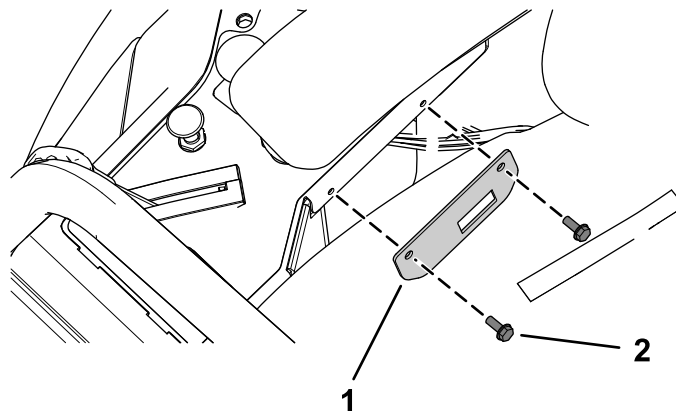

Figure 7
1. Fixez le support de l'interrupteur d'éclairage à l'aide de 2 vis autotaraudeuses (n° 10 x 1/2"), comme montré à la Figure 7.